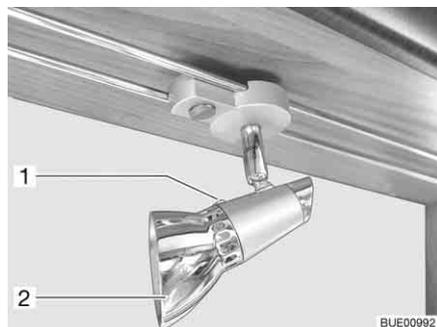

Bild 206 Halogenspotleuchte (verschiebbar)
- Befestigungsschraube (Bild 206,1) lösen.
- Lampenschirm (Bild 206,2) abnehmen.